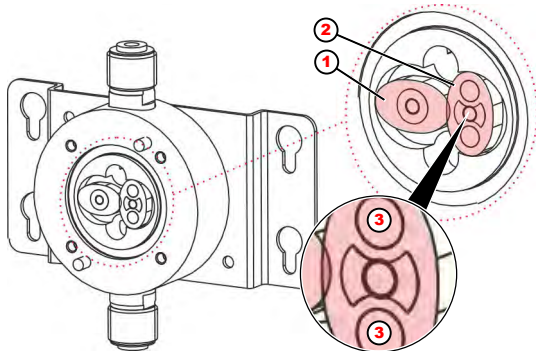

Abb. 22: Ovalradzähler
Die Ovalräder müssen so eingesetzt werden, dass sie genau 90° zueinander versetzt sind (Abb. 22, Pos. 1 + Pos. 2).
1. Ovalräder nach Reinigung / Austausch 90° versetzt zueinander einbauen (Abb. 22, Pos. 1 + Pos. 2).
Das Ovalrad mit den eingeschweißten Magneten (Abb. 22, Pos. 2) muss unter dem Sensor im Deckel positioniert sein. Die Plättchen auf diesem Ovalrad müssen nach unten zeigen!